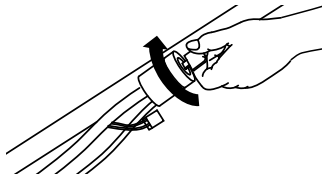
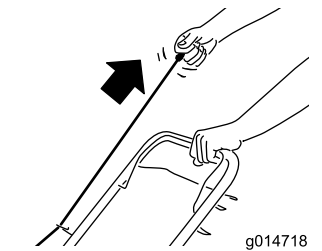

Figura 16
Figura 17
2. Introduzca la llave en el arrancador eléctrico y gírela (modelos de arranque eléctrico solamente; consulte Figura 16) o tire del arrancador de retroceso (Figura 17).